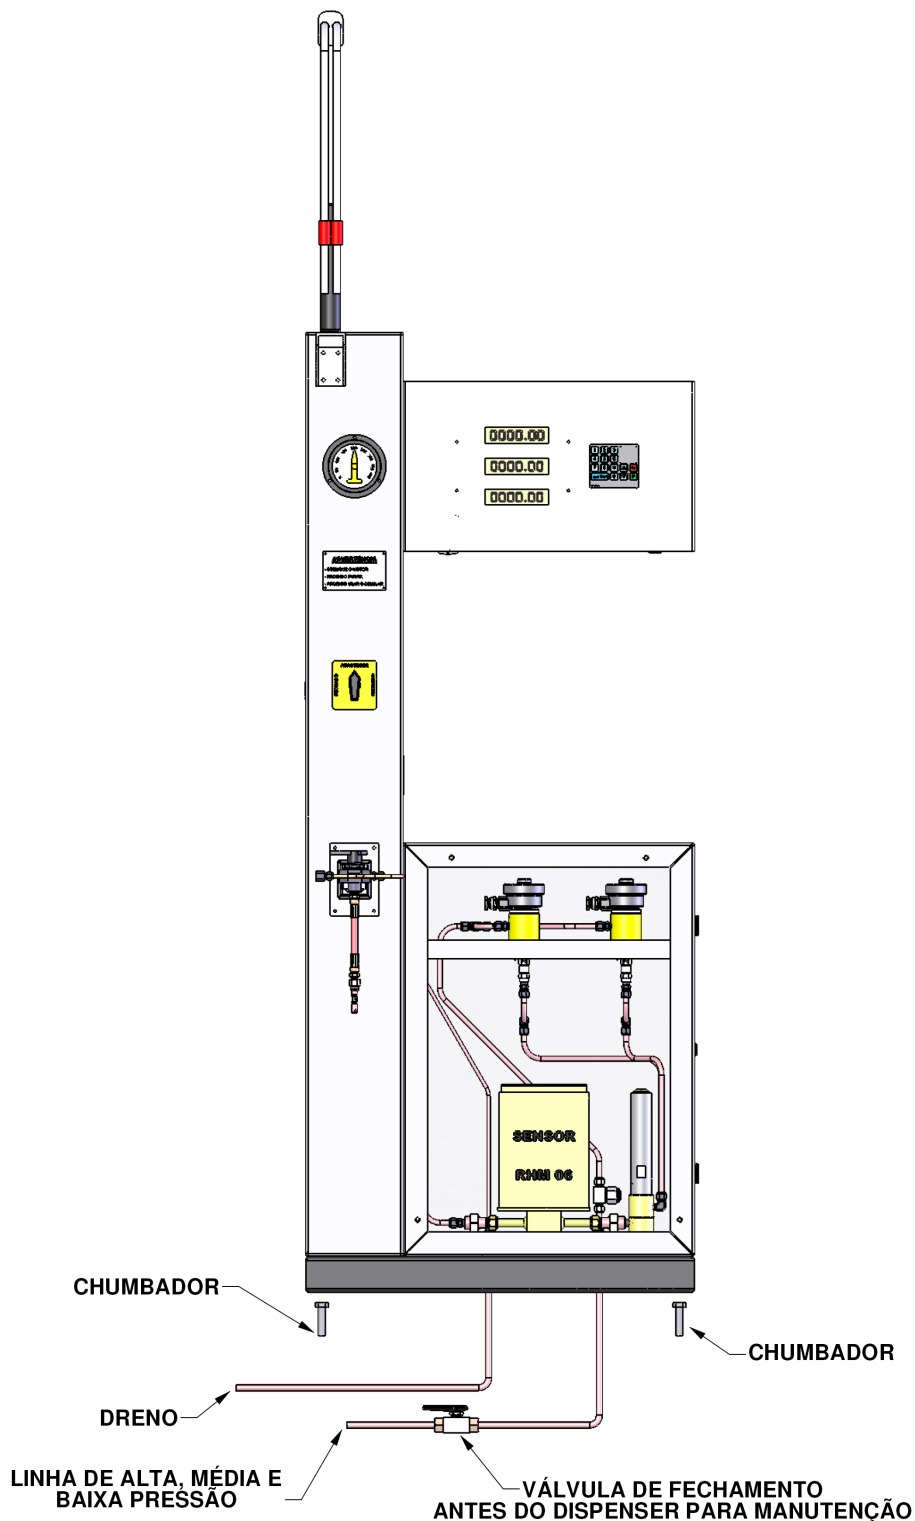

FIGURA 1
- 2- Utilizar 4 chumbadores TECBOLT M12 x 70. (Figura 1)
- 3- O Dispenser contém três buchas com roscas de ¼” NPT-F para conexão das linhas de Alta, Média e Baixa pressão de GNV, essa entradas estão localizadas na frente da estrutura inferior do Dispenser. (Figura 1)
- 4- O Dispenser contém uma bucha com rosca de ¼” NPT-F para conexão da linha de dreno do Dispenser, conectar uma tubulação ao mesmo que direcione o gás residual do abastecimento para uma área segura do posto de abastecimento, o dreno está localizado na traseira da estrutura inferior do Dispenser. (Figura 1)